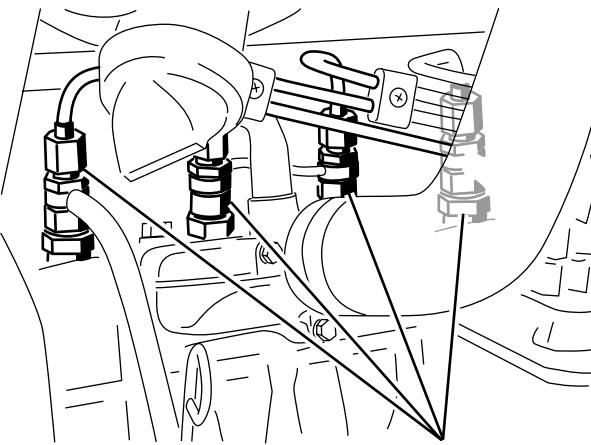

Рисунок 43
1. Ослабьте соединение трубы к соплу № 1 и держателю в сборе (Рисунок 43).